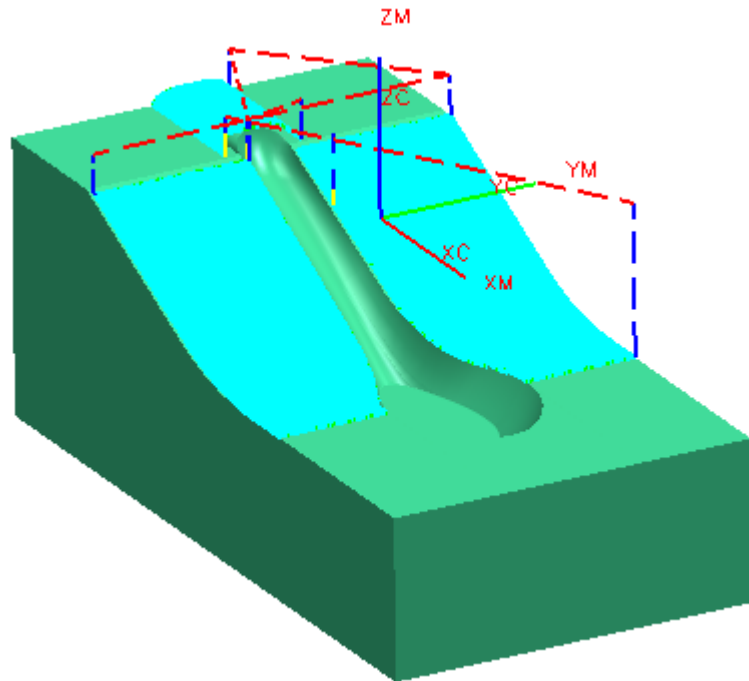

图 9-148
- 单击 , 生成如图 9-148 所示的刀轨, 单击 O K。